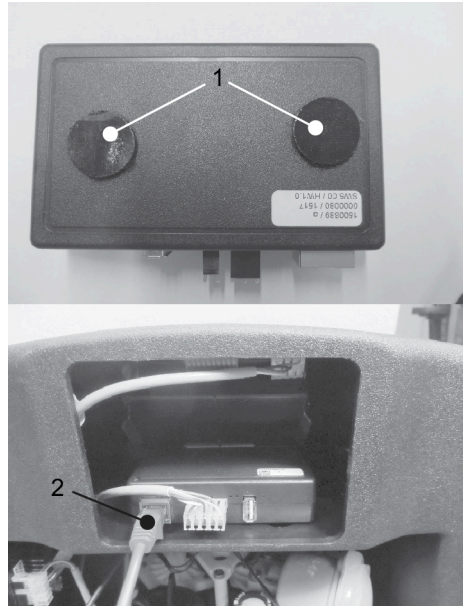

Abb. 2: SOFTwell K: Befestigung mit Klett-Klebe pads / Einbaulage
Für SOFTwell K (siehe Abbildung 2):
- LAN-Kabel in die LAN-Steckdose des Connectivity-Moduls einstecken (SOFTWARE P und S siehe Einsetzen für SOFTWARE P und SOFTWARE S / SOFTWARE K siehe Abbildung 2).